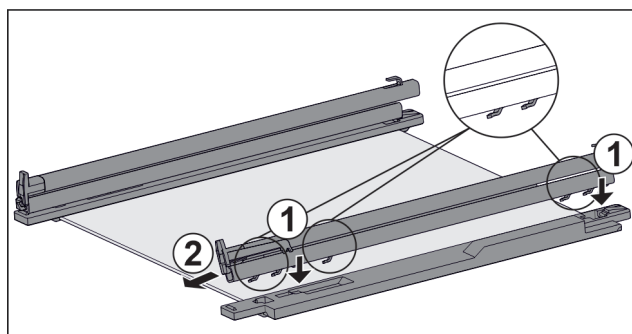

Fig. 156 带轨道和固定件的玻璃隔板
- ▶ 将轨道的挂钩放到左侧固定件的孔上。 Fig. 156 (1)
- ▶ 向前拉轨道。 Fig. 156 (2)
- ▶ 将轨道的挂钩放到右侧固定件的孔上。 Fig. 156 (1)